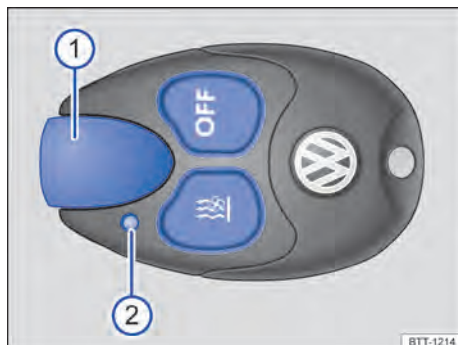

Fig. 250 Aquecimento estacionário: controle remoto.
- **Ligar:** pressionar o botão **☞** → Fig. 250. Se a luz de controle ficar acesa por aproximadamente 2 segundos na cor verde, o aquecimento estacionário estará ligado.